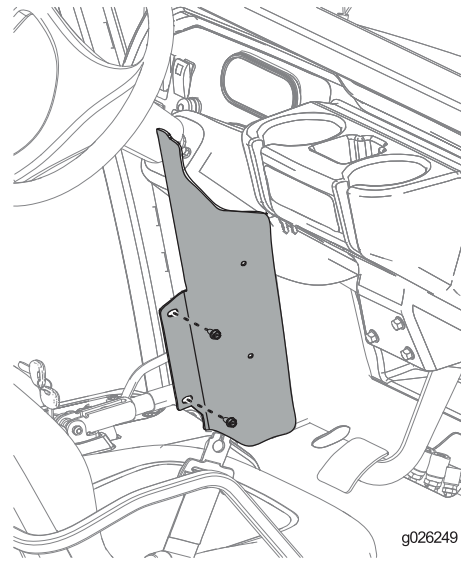

Figura 46
3. Instale los paneles laterales en cada lado de la máquina usando 2 pernos (1/4 pulgada), según se muestra en Figura 46.